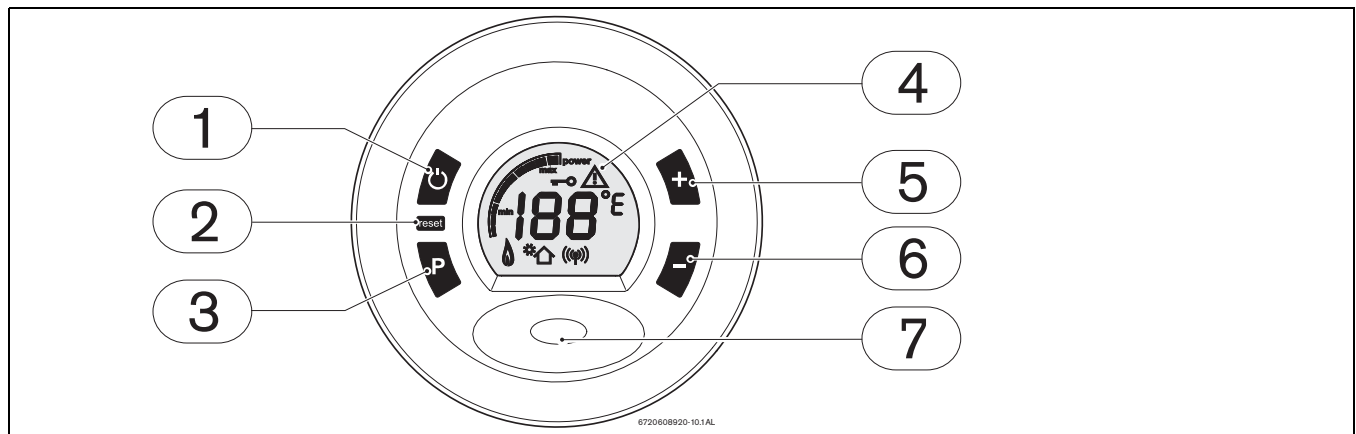

Fig. 4
Premere l'interruttore principale (Fig. 4, pos. 1) in posizione di funzionamento (vedere anche capitolo 4.3), in questo modo l'apparecchio è pronto a funzionare.
Disattivare lo scaldabagno, Fig. 4, pos. 1 (OFF).
- ▶ Premere e mantenere premuto il tasto "P" di programmazione (Fig. 4, pos. 3), premere l'interruttore principale, Fig. 4, pos. 1 (ON).
- ▶ Premere l'interruttore principale, fig. 4, pos. 1 (OFF).